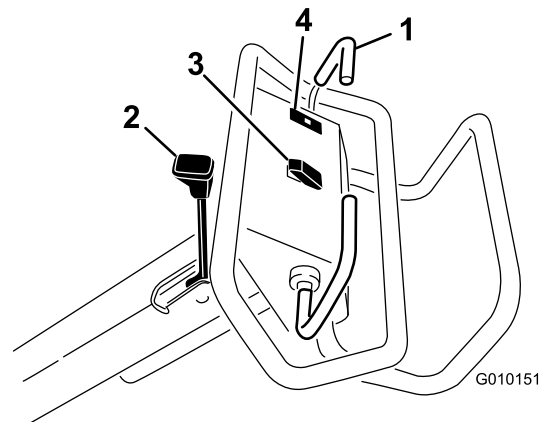

图 11
要向前移动请向前移动牵引把手。要向后移动请向后移动牵引把手 图 11。
- 要设定手刹请向操作员把手的方向移动手刹杆 图 11。
发动机油压低于安全水平时油压警告灯图 11 会亮起。如果出现低油压情况应关闭发动机并确定原因。再次启动发动机之前务必先修理好任何损坏的地方。
升——按开关的顶部图 11 可升起并分离打孔头。发动机必须运行才能产生提升压力。如果打孔头低于运输高度请参阅 重设系统控制电路 (页码 21)。
降/接合——按开关的底部图 11 可降下并接合打孔头。要使用开关牵引把手必须处于向前的位置。